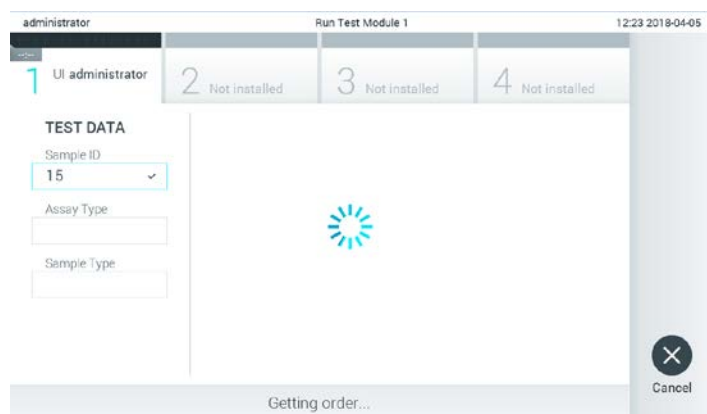

図 73. 検査依頼取得時の表示。
3. サンプル ID がホストに送信され、QIAstat-Dx Analyzer 1.0 が検査依頼を待機中に「Getting order…」（依頼を取得しています...）というメッセージが表示されます（図 73）。